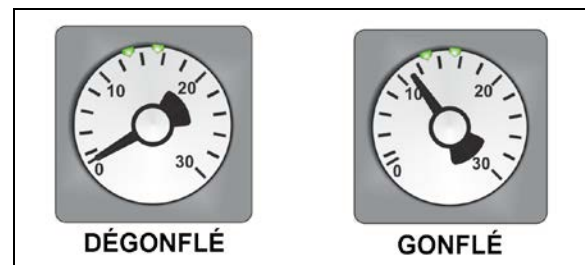

FIGURE 42: MANOMÈTRE DU JOINT GONFLABLE 26117
4. Finalement, le joint gonflable peut être regonflé en tournant la poignée de la soupape dans le sens antihoraire. Vérifier le manomètre du régulateur de pression du joint gonflable pour voir si la pression augmente jusqu'à environ 11 psi. (Figure 42). L'aiguille du manomètre doit être placée entre les deux petits repères verts du cadran ().
7. Finalement, le joint gonflable peut être regonflé en tournant la poignée de la soupape dans le sens antihoraire. Vérifier le manomètre du régulateur de pression du joint gonflable pour voir si la pression augmente jusqu'à 11 psi (Figure 42).